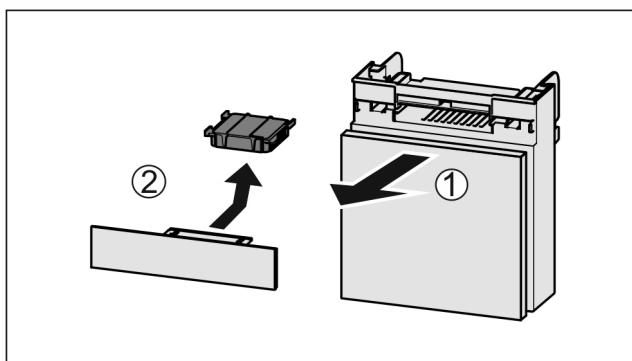

Fig. 133
- Fach nach vorne herausziehen Fig. 133 (1).
- Aktivkohlefilter entnehmen Fig. 133 (2).